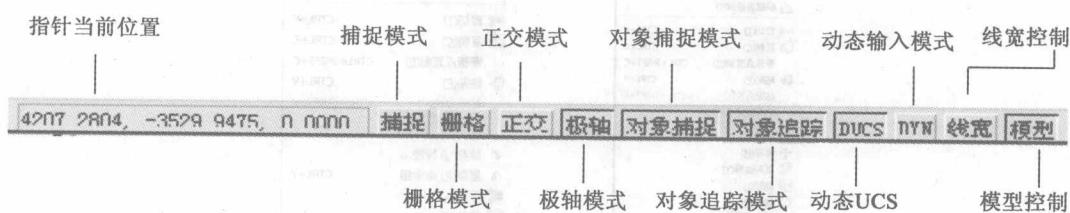

图 1-8 “AutoCAD”状态栏
(4) 绘图区:这是用户工作区域,内有坐标、滚动条、“模型”和“布局”选项卡。
(5) 命令行与文本窗口:显示从键盘输入的命令与 AutoCAD 信息的提示窗口。
(6) 状态栏:状态栏显示当前十字光标的三维坐标、命令和功能按键的帮助说明等。它包括 10 个功能按钮,如图 1-8 所示。